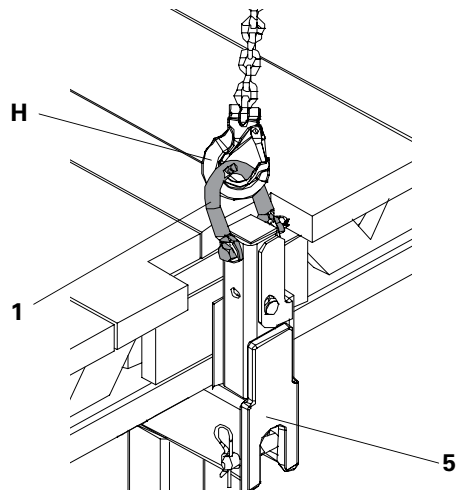

Fig. 6a
È consentito fissare un solo golfare CB 240-2 0,7 t a ciascuna mensola di ripresa (5). (Fig. 6a)
1. Agganciare il gancio (H) dell'imbracatura alla staffa (1) del golfare CB 240-2 0,7 t e chiudere. (Fig. 6a)